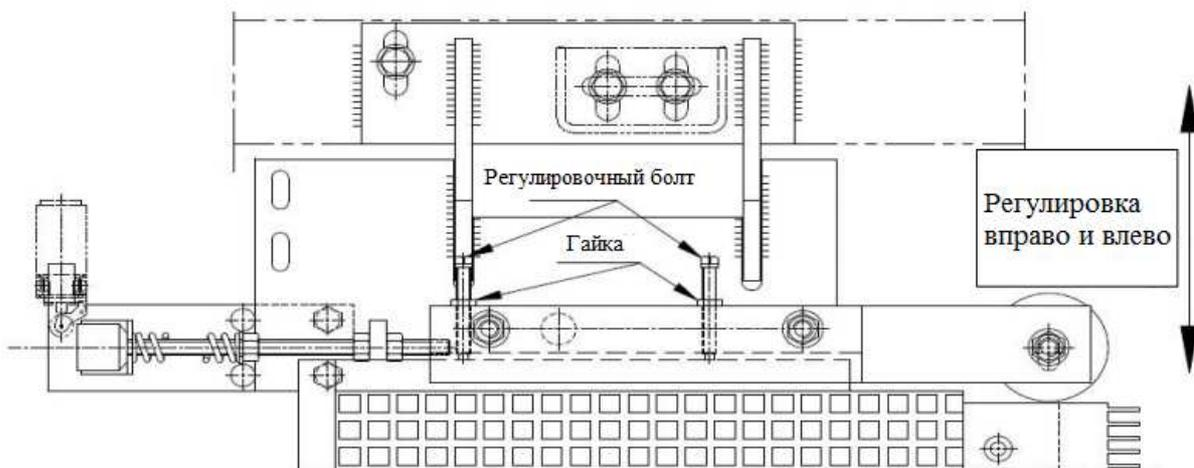

Рисунок 1.35 – Регулировка вправо и влево.
- 1) Ослабить 4 гайки (рис. 1.35);